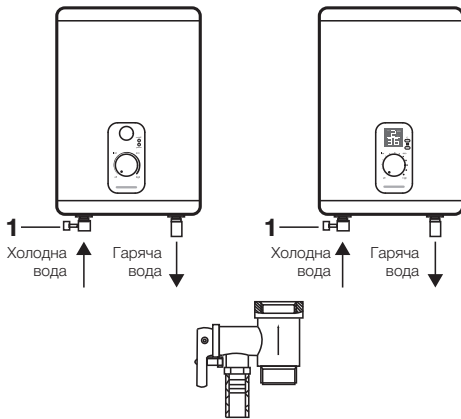

Рис. 1
- Запобіжний зворотний клапан слід встановлювати в місці входу холодної води (див. рис. 1).